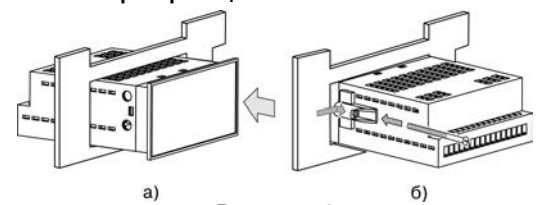

Рисунок 7.1
7.2.2 Вставьте фиксаторы из комплекта поставки в отверстия на боковых стенках прибора (рисунок 7.1,а);
7.2.3 С усилием заверните винты М4х35 в отверстиях каждого фиксатора так, чтобы прибор был плотно прижат к лицевой панели щита (рисунок 7.1, б).